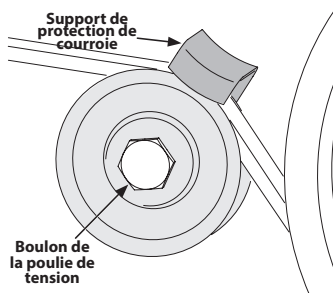

Figure 18
3. Retirez le boulon de la poulie de tension et dégagez la courroie sous le garde-poulie. Voir Figure 18.